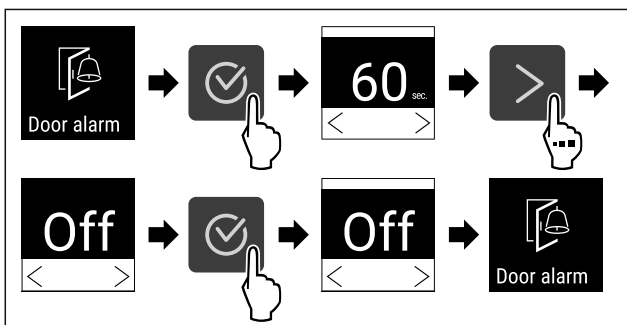

Fig. 97
▶ Изпълнете стъпките (виж Fig. 97) .